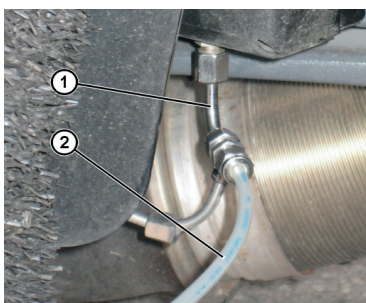

Fig. 4: Collegamento della tubazione pressione di prova_2
2. Collegare la tubazione pressione di prova (Fig. 4, Pos. 2) corrispondente al costruttore del veicolo.
Collegare la tubazione pressione di prova (Fig. 4, Pos. 2) direttamente al modulo di dosaggio.
Collegare la tubazione pressione di prova (Fig. 4, Pos. 2) mediante adattatore (Fig. 4, Pos. 1) al modulo di dosaggio.